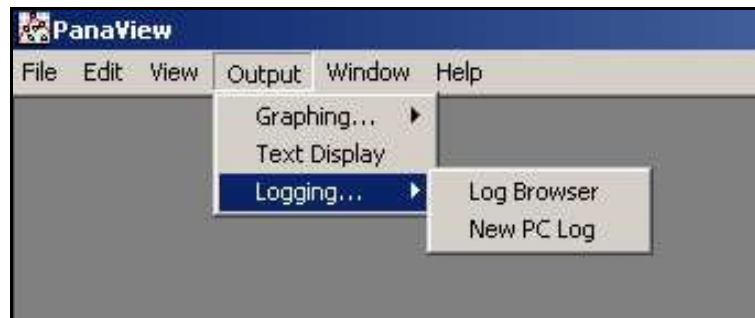
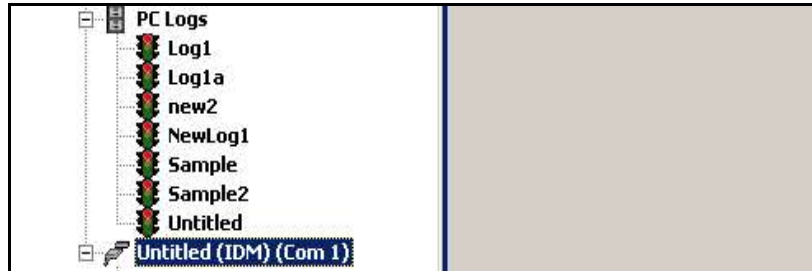
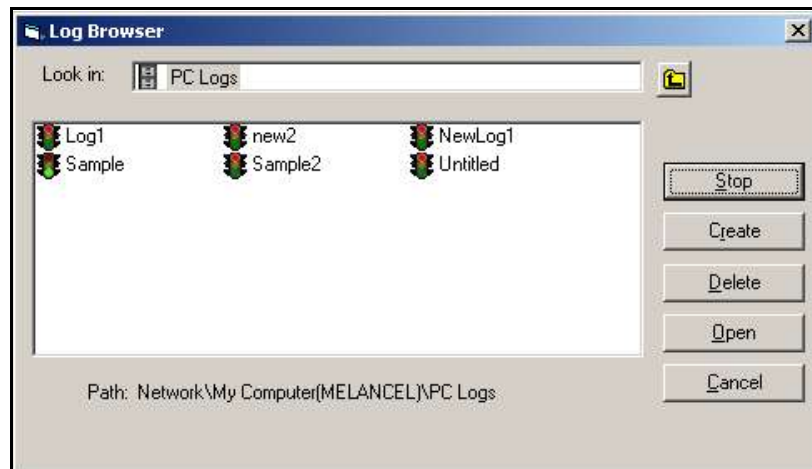

Figure 13: choix de l'option Logging (Enregistrement)
Figure 22: option PC Logs (Journaux sur PC) développée
Figure 23: sélection d'un journal dans la fenêtre Log Browser (Navigateur de journaux)
1. Ouvrez le menu *Output* (Sortie) (voir *Figure 13* ci-après) et cliquez sur l'option *Logging* (Enregistrement).
- Dans le navigateur *New Meter Browser* de PanaView, développez l'arborescence réseau et cliquez sur l'option *PC Logs* (Journaux sur PC). Si vous avez créé un ou plusieurs journaux, l'arborescence se présente comme illustré Figure 22. Cliquez deux fois sur le nom du journal pour ouvrir celui-ci ; ou
- Ouvrez le menu *Output* (sortie) (voir Figure 13 à la page 43) et cliquez sur l'option *Log Browser* (Navigateur de journaux). Accédez à la boîte de dialogue *PC Logs* comme décrit dans les sections précédentes. Un écran semblable à celui illustré Figure 23 apparaît.
Notez qu'une icône représentant des feux de signalisation est affichée en regard du nom de chacun des fichiers journaux de la Figure 22 et de la Figure 23. Cette icône indique l'état du journal :